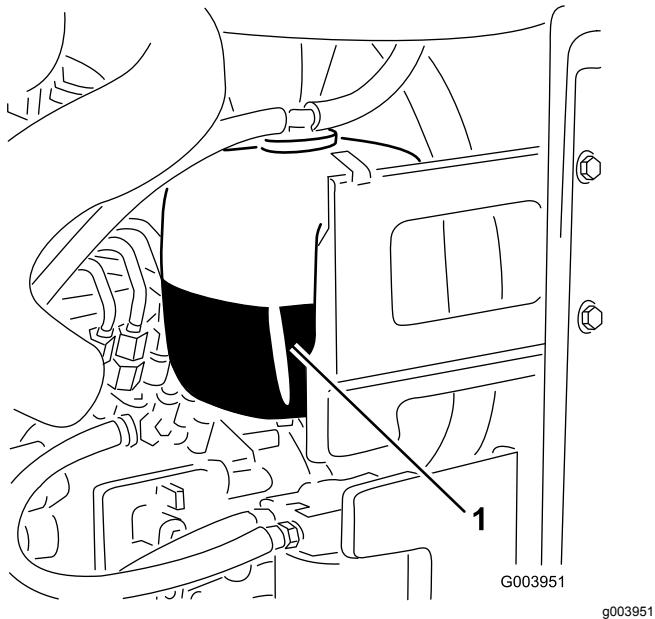

Figura 56
1. Verifique o nível de líquido de arrefecimento do depósito secundário (Figura 56).